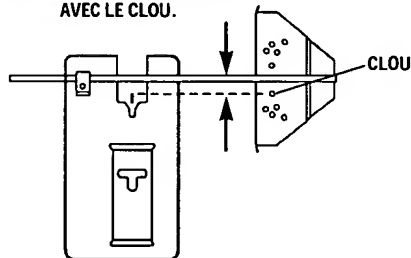

FIG. 15
3. Fixez le guide de refente à la scie, le guide de bord orienté vers le HAUT. Pour que le guide puisse exécuter une coupe circulaire, il faut que le clou soit en ligne avec la lame, comme illustré à la fig. 15.